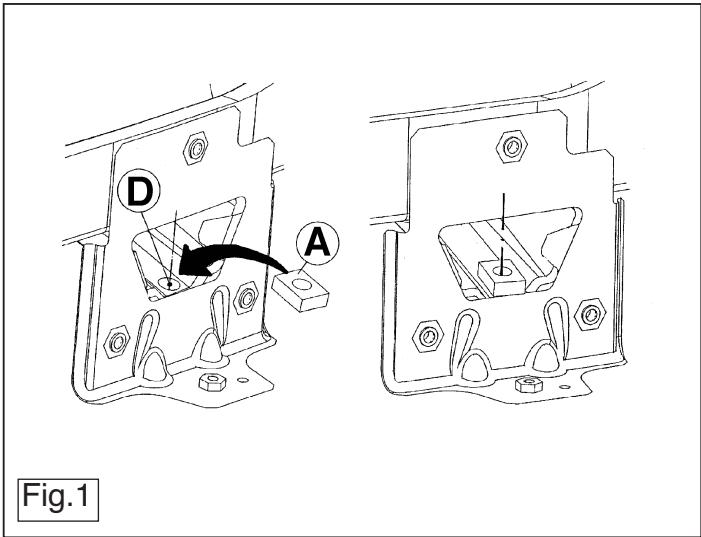

Fig.1
2. Поместить упорные пластины А, как указано на рис. 1.